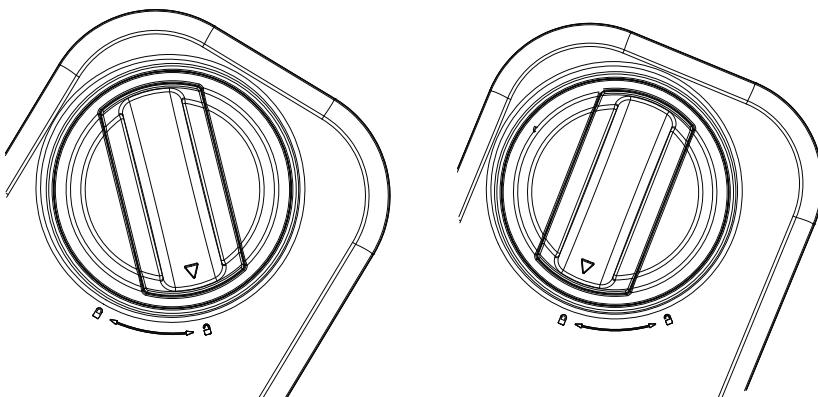

Fig. 8
- Ruotare il coperchio in direzione fino a farlo scattare in posizione (vedere la fig. 8).